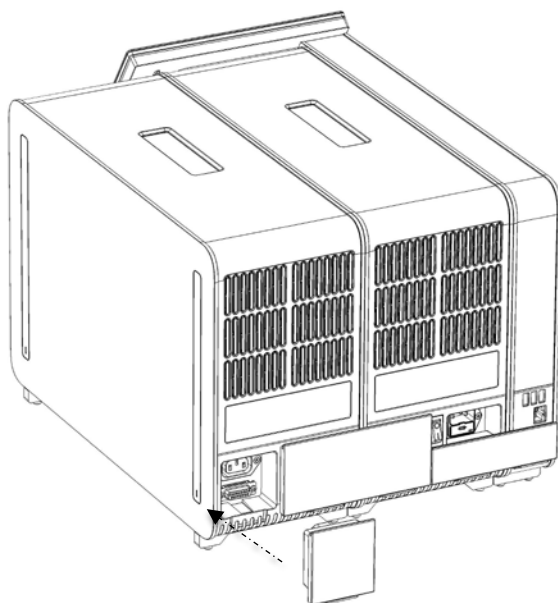

Figura 19. Ligação da ponte de terminação.
7. Ligue a ponte de terminação na parte traseira do módulo analítico (Figura 19).